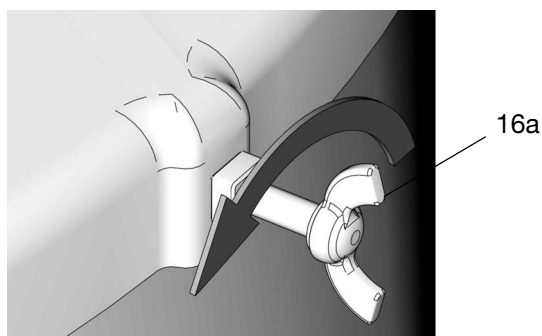

Рис. 24
2. Ослабьте винты (16а) крышки бочки (16) и снимите ее (Рис. 24).